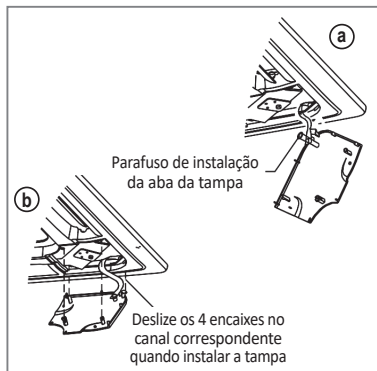

FIG. 24
- Aperte os parafusos do cabo da tampa de instalação (Fig. 24 - Detalhe a).
- Pressione levemente a tampa para a instalação do painel (Fig. 24 - Detalhe b).